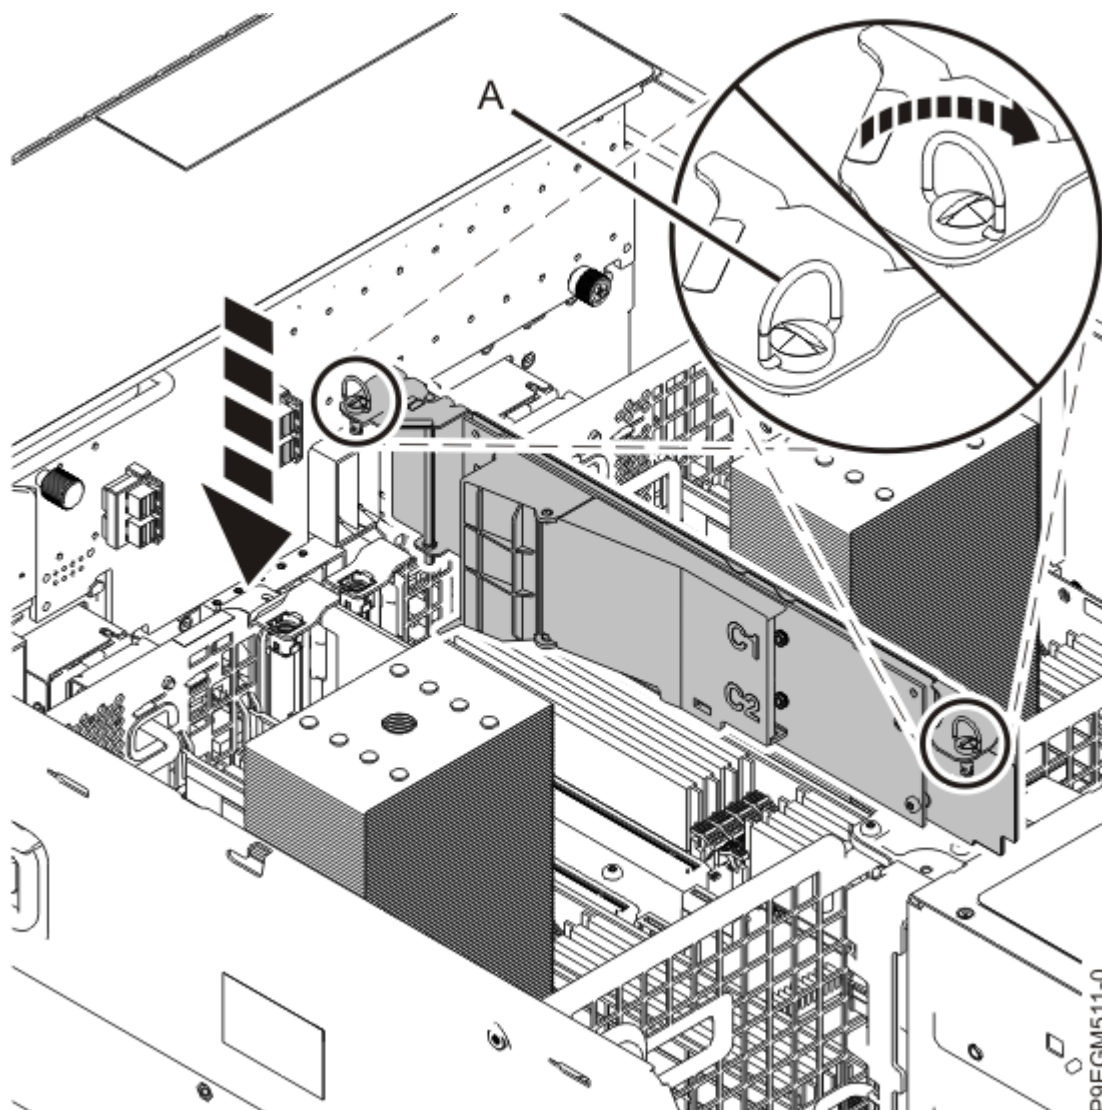

Figure 11. Mise en place de la carte porteuse NVMe. M.2
8. Placez et tournez les vis **(A)** dans le sens des aiguilles d'une montre pour insérer complètement la carte porteuse NVMe M.2. Voir Figure 11, à la page 14.